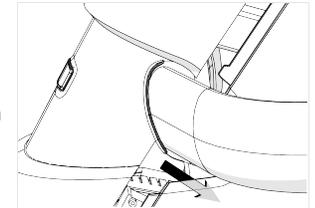

Abbildung 14
- Fassen Sie die Arme so mit der vorderen Abdeckung ein, dass sich die Laschen an den unteren Ecken innerhalb der beiden Seitenabdeckungen befinden. Schieben Sie sie zurecht, bis die Verriegelungen an den Seitenabdeckungen einrasten (Abbildung 14).